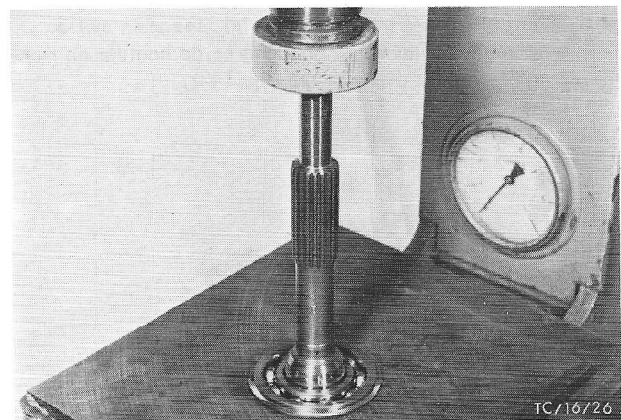

Fig.145 Kogellager van prise-as persen.
33. Verwijder de borgveer uit de prise-as en pers het kogellager van de as (fig.145).